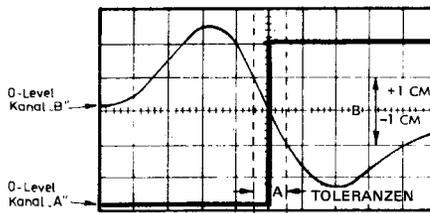

Abb. 5 FEOT-Signal (x 10)
- h) Horiz.-Ablenkungsfaktor auf "X 10" stellen. Die beiden Signale sollen mit Abb. 5 identisch sein.
- i) Eventuell EOT-Sensor justieren, bis die Signale innerhalb der Toleranzen in Abb. 5 sind (A oder B).